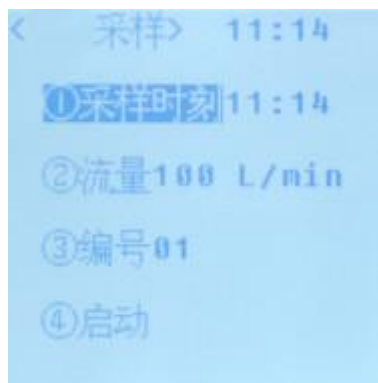
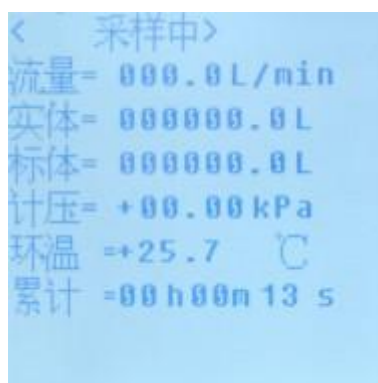
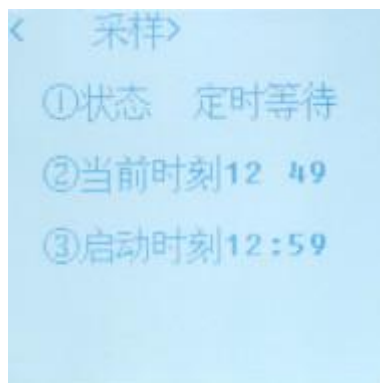

图 13 氟化物采样界面
图 14 氟化物采样过程界面
图 15 氟化物采样定时等待界面
选择“③采样”选项，按**确认**键进入“采样”界面，显示如图 13。
按图 13 所示，选择“④启动”选项，按 **确认** 键，抽气泵启动，立即开始采样。显示如图 14 所示，实时显示当前的采样流量、实际采样体积、标况体积、计前压力、环境温度、累计采样时间。
按图 13 所示，修改“①采样时刻”，设置为定时采样，按“④启动”选项，屏幕显示如图 15，开始定时采样。